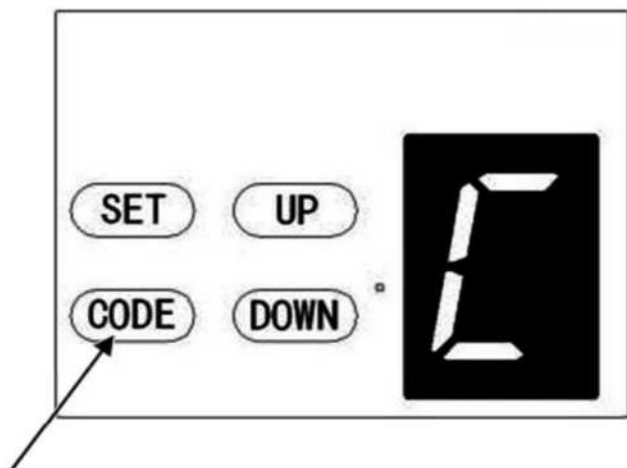

Fig.40
7.3.- Borrando Transmisores. (Fig.40)